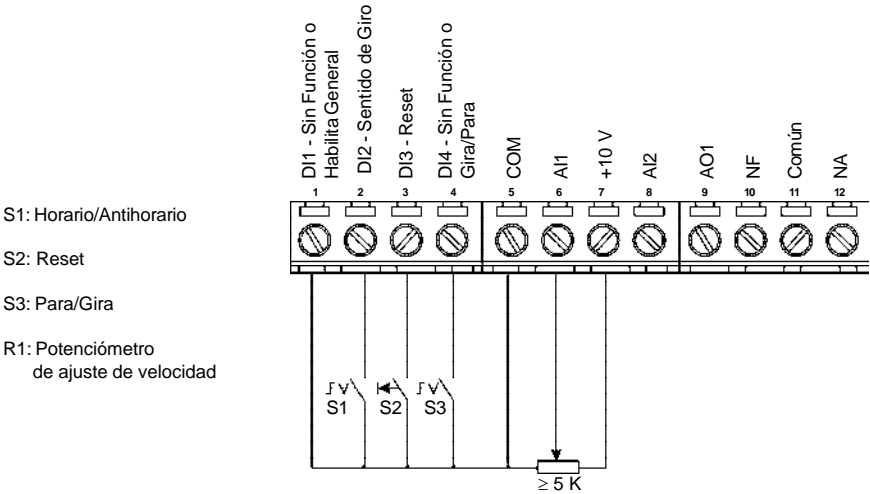

Figura 3.16 - Conexión del control para el accionamiento 2
La figura 3.16 a seguir representa la conexión en los bornes del convertidor para este tipo de accionamiento.
- ☑ La referencia de frecuencia puede ser vía entrada analógica AI1 (como mostrado en la figura 3.16), vía HMI-CFW08-P, o cualquier otra fuente (mirar descripción de los parámetros P221 y P222).